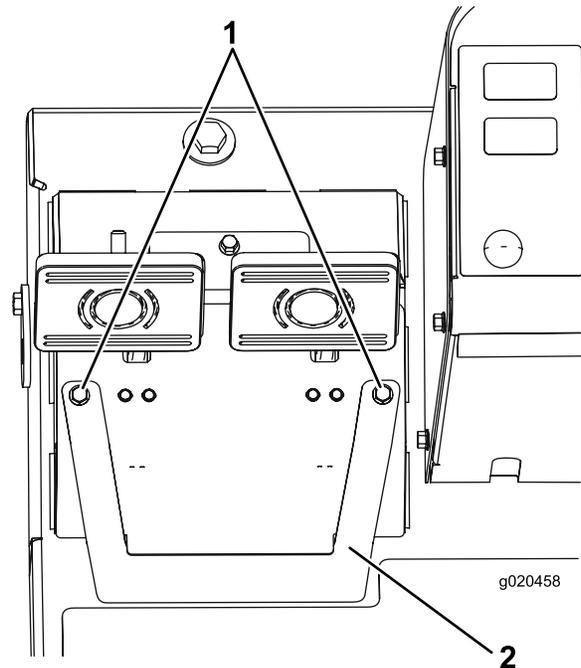

Figura 63
- A. Allentate le 2 viti di fissaggio e rimuovete il coperchio di regolazione dei freni (Figura 63).